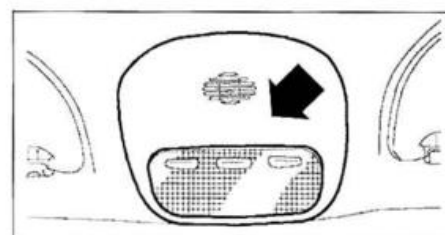
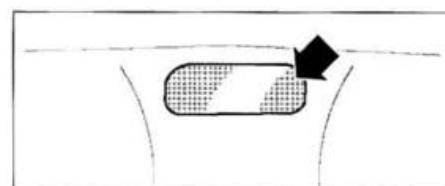

FIG. 73
FIG. 74
- Desengrapar la luz de techo central (fig. 73) y lateral (fig. 74).